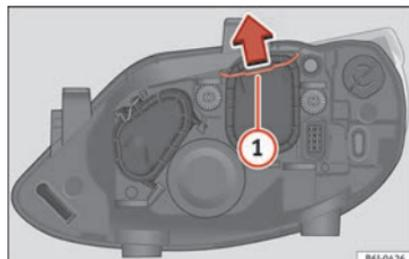

Fig. 184 Feux de croisement.
- Déplacez le tirant »» fig. 184 **1** dans le sens de la flèche puis retirez le cache.